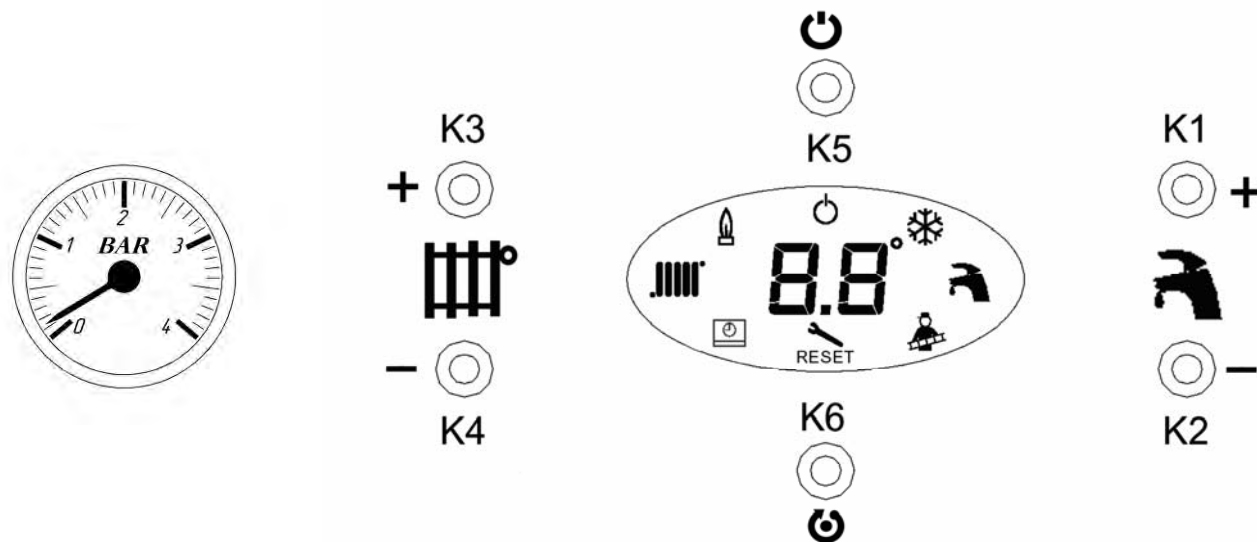

Рис. 4. Панель управления котлом
Всё управление котлом осуществляется с панели управления, внешний вид которой показан на Рис. 4. Если к котлу подключен выносной пульт, то управление осуществляется с него, кнопки панели управления не активны.
При подключении котла к сети электропитания, он автоматически входит в тот режим работы, в котором находился в момент отключения от сети. Смена режимов работы котла осуществляется нажатием на кнопку К5 на панели управления котлом (см. Рис. 4). Ниже представлена последовательность смены режимов работы котла.
- 4) включите котел, не открывая газовый кран, чтобы насос полностью удалил воздух из системы отопления. При этом давление может снизиться до 1 бар и котел выдаст ошибку 04 (неудачный розжиг). Для сброса ошибки необходимо нажать кнопку К6 (RESET) (см. Рис. 4, стр. 15).